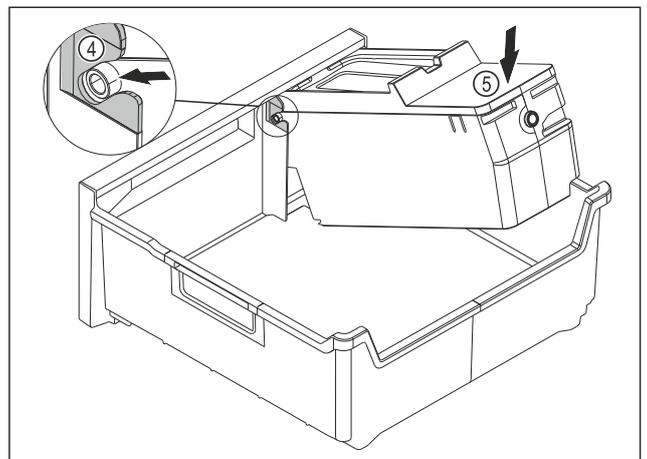

Fig. 135
- ▶ EasyTwist-Ice-Korpus montieren: Achsen des EasyTwist-Ice-Korpus in die Führungen Fig. 135 (4) einschieben.
- ▶ EasyTwist-Ice-Korpus Fig. 135 (5) hinten nach unten drücken.